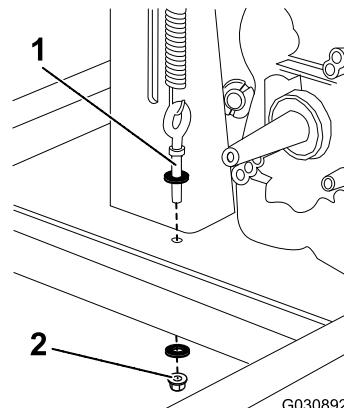
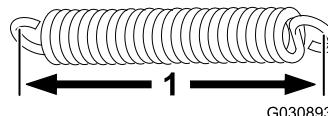

Figure 55
Figure 56
- A. Desserrez l'écrou inférieur sur le boulon à œil et vissez-le jusqu'au bout du boulon (Figure 55).
4. Mesurez le ressort de l'intérieur du crochet à l'intérieur du crochet ; voir Figure 56. Remplacez le ressort s'il s'étire à plus de 8,9 cm.
- Pour augmenter la tension du ressort et donc augmenter la tension de la courroie, réduisez la hauteur du boulon à œil en desserrant l'écrou supérieur et en serrant l'écrou inférieur (Figure 55 et Figure 56).